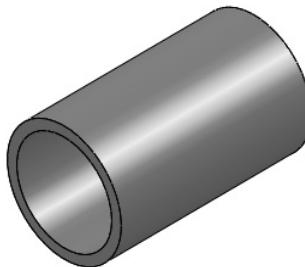

图 6-96 零件实体模型
- [1] 打开初始文件“Z6L11.prt”，零件实体模型如图 6-96 所示。